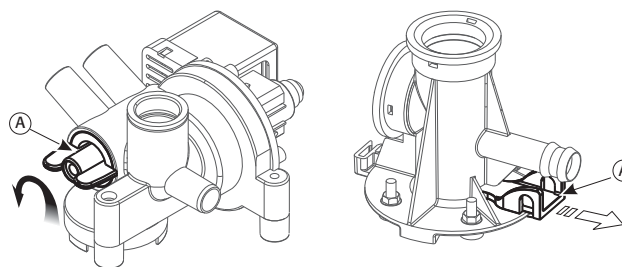

Fig. 11.g
- acione o dispositivo mecânico abaixo do cilindro (veja a part. A fig. 11.g)